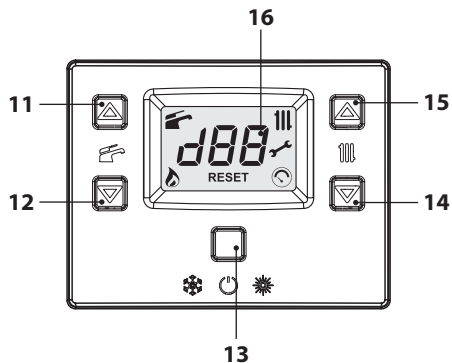
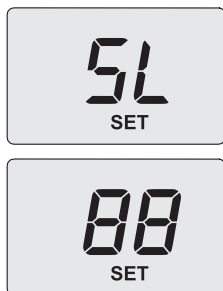

Figura 7.2
Figura 7.12
- Entrare in "modalità programmazione" premendo contemporaneamente per 10 secondi i tasti 13-14-15 (Figura 7.2) fino a far apparire sul display LCD le lettere **Pr** che si alternano al numero del parametro **01**, indicanti l'entrata nel "parametro 01" (Figura 7.3).
- Scorrere i vari parametri utilizzando i tasti 14 o 15 (Figura 7.2) fino a far apparire sul display LCD le lettere **Pr** che si alternano al numero del parametro **09**, indicanti l'entrata nel "parametro 09" (Figura 7.4).
- Utilizzando i tasti 11 o 12 (Figura 7.2) è possibile scorrere i vari valori di regolazione.
- Utilizzare i tasti 14 o 15 (Figura 7.2) fino a portarsi allo stato **LP** (spazzacamina attivo in minimo sanitario) e premere il tasto 13 per confermare. Sul display appare **LP** alternato alla temperatura minima in sanitario.
- Entrare in "modalità programmazione" premendo contemporaneamente per 10 secondi i tasti 13-14-15 (Figura 7.2) fino a far apparire sul display LCD le lettere **Pr** che si alternano al numero del parametro **01**, indi-
- Scorrere i vari parametri utilizzando i tasti 14 o 15 (Figura 7.2) fino a far apparire sul display LCD le lettere **Pr** che si alternano al numero del parametro **09**, indicando l'entrata nel "parametro 09" (Figura 7.4).
- Agire sui tasti 15 o 14 (Figura 7.2) per incrementare o decrementare il valore. Attendere 3 secondi per stabilizzare la pressione del gas quindi leggere il valore sul manometro gas. **Ricordarsi di mantenere l'andamento in salita.**
- Premere il tasto 12 (Figura 7.2) per 5 secondi per memorizzare il valore.
- Premere il tasto 11 (Figura 7.2) per passare alla taratura del minimo gas. Il display visualizza **SL** alternato al parametro potenza minima assoluta e la scritta "**SET**" (Figura 7.12).
- Agire sui tasti 15 o 14 (Figura 7.2) per incrementare o decrementare il valore. Attendere 3 secondi per stabilizzare la pressione del gas quindi leggere il valore sul manometro gas. **Ricordarsi di mantenere l'andamento in discesa.**
- Premere il tasto 11 (Figura 7.2) per verificare il valore minimo impostato ed eventualmente correggerlo seguendo la procedura sopra descritta.